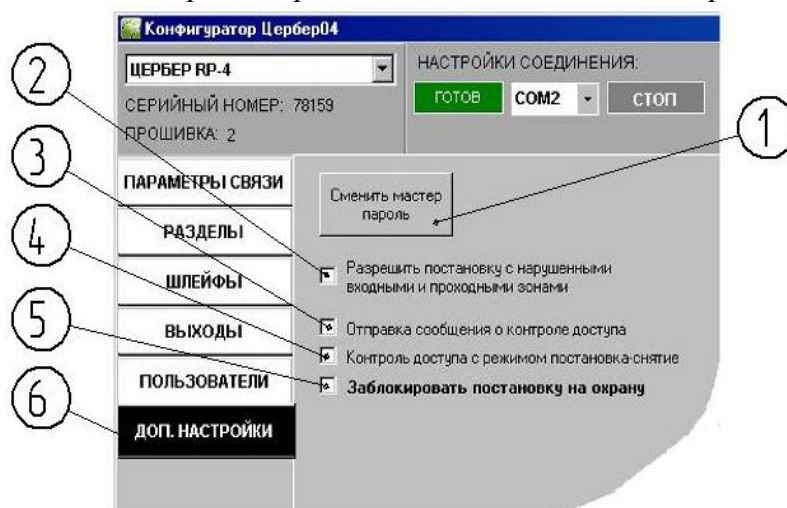

Рис. 12.
15. Кнопка перехода в меню редактирования дополнительных настроек прибора (Рис. 12).